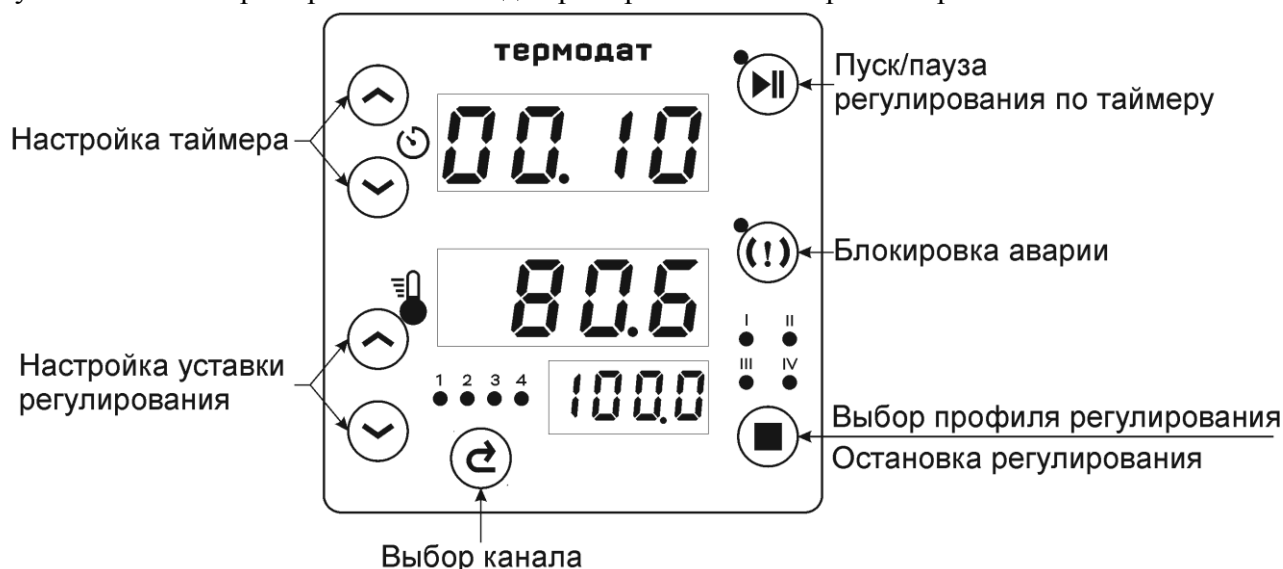

Рисунок 1. Основной режим работы.
Над кнопкой  «Выбор канала» (см. Рисунок 1) расположен ряд одиночных пронумерованных светодиодов. Номер над светодиодом обозначает номер канала. Свечение светодиода указывает на канал, температура которого отображается на индикаторе  в данный момент.
Выбор профиля осуществляется нажатием на кнопку  «Выбор профиля регулирования» (см. Рисунок 1). Профили обозначены светодиодами с номерами I, II, III и IV, расположенными над кнопкой. Горящий светодиод указывает номер текущего профиля, а числовые значения на верхнем и нижнем индикаторах – соответствующие этому профилю: интервал времени и уставка.
3. Для старта авто настройки нажмите и удерживайте кнопку  10 секунд. На среднем индикаторе отобразится параметр авто настройки «**A.tun**» с начальным значением «**OFF**» (выключен) на нижнем индикаторе. Далее установите рабочий профиль, для которого будут подбираться коэффициенты. Затем, нижними кнопками  и  выберите один из четырёх режимов для авто настройки: «**AP_1**», «**AP_2**», «**AP_3**» или «**AP_4**», и нажмите на кнопку  «Пуск» (см. Рисунок 1). Прибор начнет настройку ПИД-коэффициентов. В ходе настройки можно выводить на индикатор  все температуры по очереди, переключая каналы кнопкой . Ниже приводится описание четырёх режимов авто настройки, задаваемых в параметре «**A.tun**».
Старт регулирования осуществляется нажатием на кнопку  «Пуск/Пауза» (см. Рисунок 1) или на внешнюю кнопку. При старте включается регулирование на всех каналах, и загорается светодиод рядом с кнопкой . Как только температуры всех каналов достигнут соответствующих уставок, начнётся обратный отсчёт времени на индикаторе . После завершения отсчёта регулирование автоматически выключается на всех каналах. Светодиод рабочего профиля начинает мигать. Прибор переходит в режим паузы завершения.